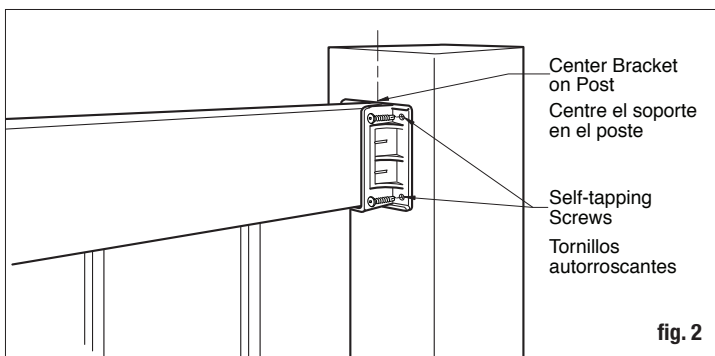

fig. 2
2. Slide the panel between the posts and position to the desired height. Use wooden blocks or shims to obtain the proper spacing from the ground. Using the supplied screws (four per bracket), attach the brackets to the posts. Be sure to center the fence brackets onto the post (fig. 2).
2. Deslice el panel entre los postes y posícionelo a la altura deseada. Utilice bloques de madera o cuñas para colocarlo a la altura adecuada respecto al piso. Utilizando los tornillos incluidos (cuatro por soporte), sujete los soportes a los postes. Asegúrese de centrar los soportes de la cerca en el poste (fig. 2).